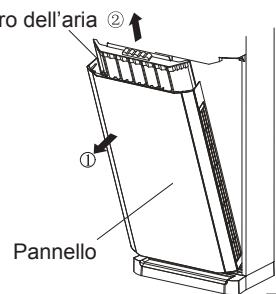

Fig. 2
Secondo la direzione della freccia ① in fig.2. Estrarre il filtro secondo la direzione della freccia ② .